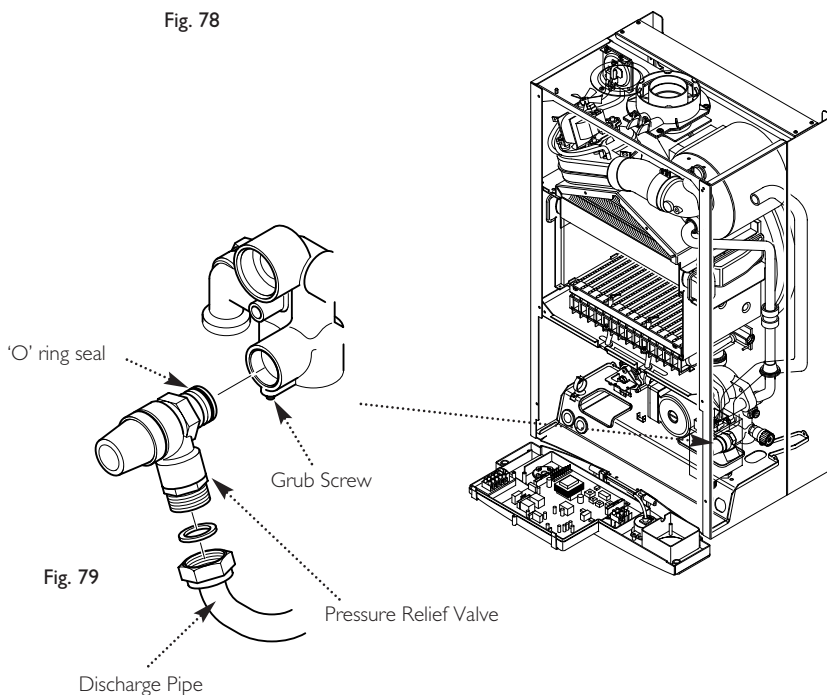

Fig. 79
14.22 Pressure Relief Valve (Fig. 79)